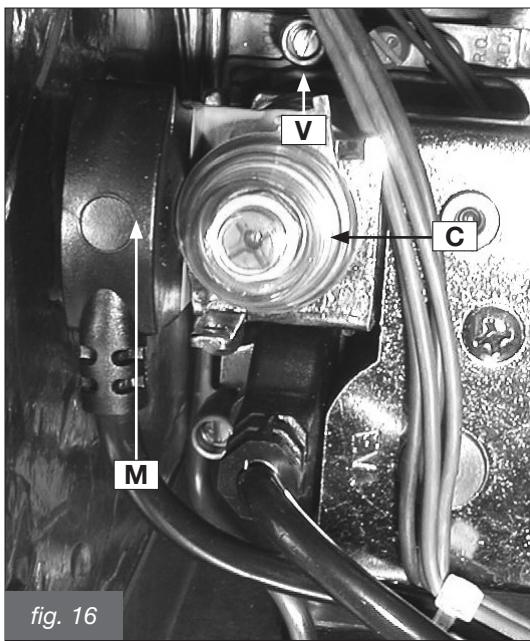

fig. 16
- posizionare il regolatore della potenza termica R (vedi fig. 16) al MASSIMO (ruotarlo in senso ORARIO dopo aver tolto il tappo);
- portare il trimmer della potenza di accensione (S in fig. 16) in posizione intermedia (dopo aver tolto il tappo) e, dopo essere usciti dalla funzione spazzacamino, verificare che l'accensione del bruciatore avvenga in modo corretto e silenzioso: diversamente aumentare o diminuire il valore della potenza di accensione agendo sempre sul trimmer S (ruotare in senso orario per aumentare, in senso antiorario per diminuire);